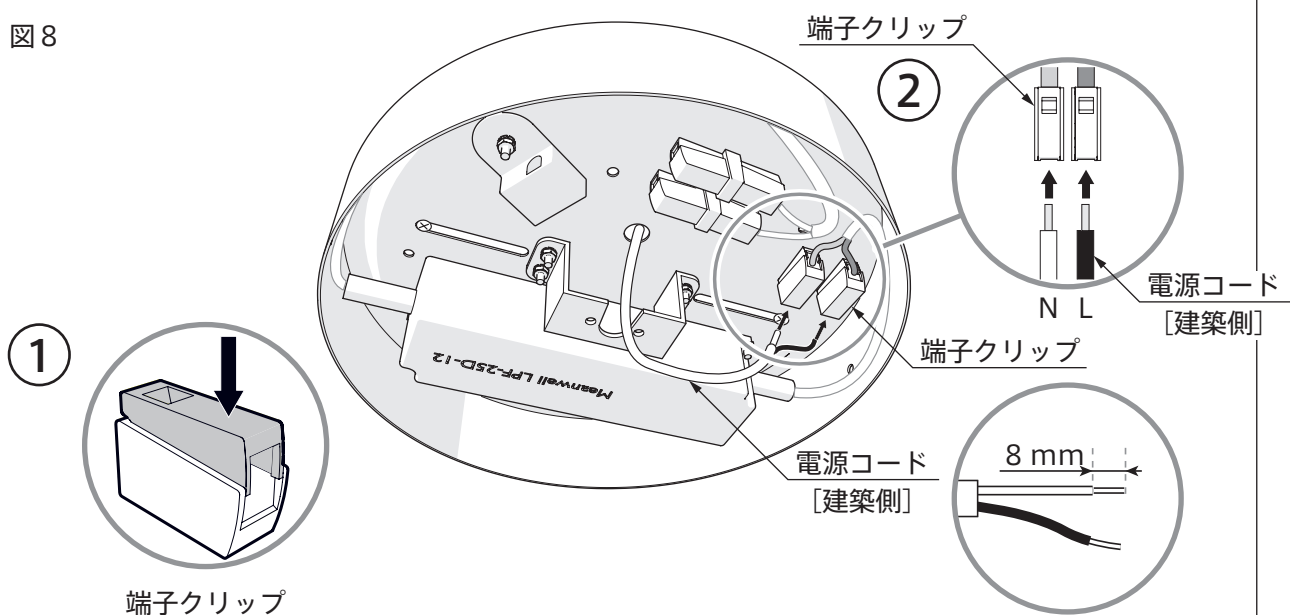

図 9
7. 付属のタッピンネジにて先ほど印をつけた位置に天井取付部品を固定し、ワイヤーフックをネジ込みます。(図9)